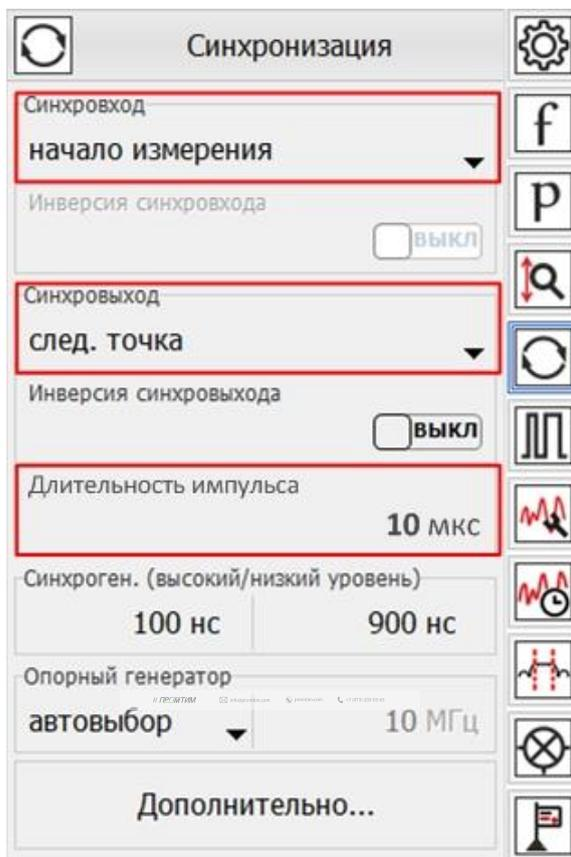
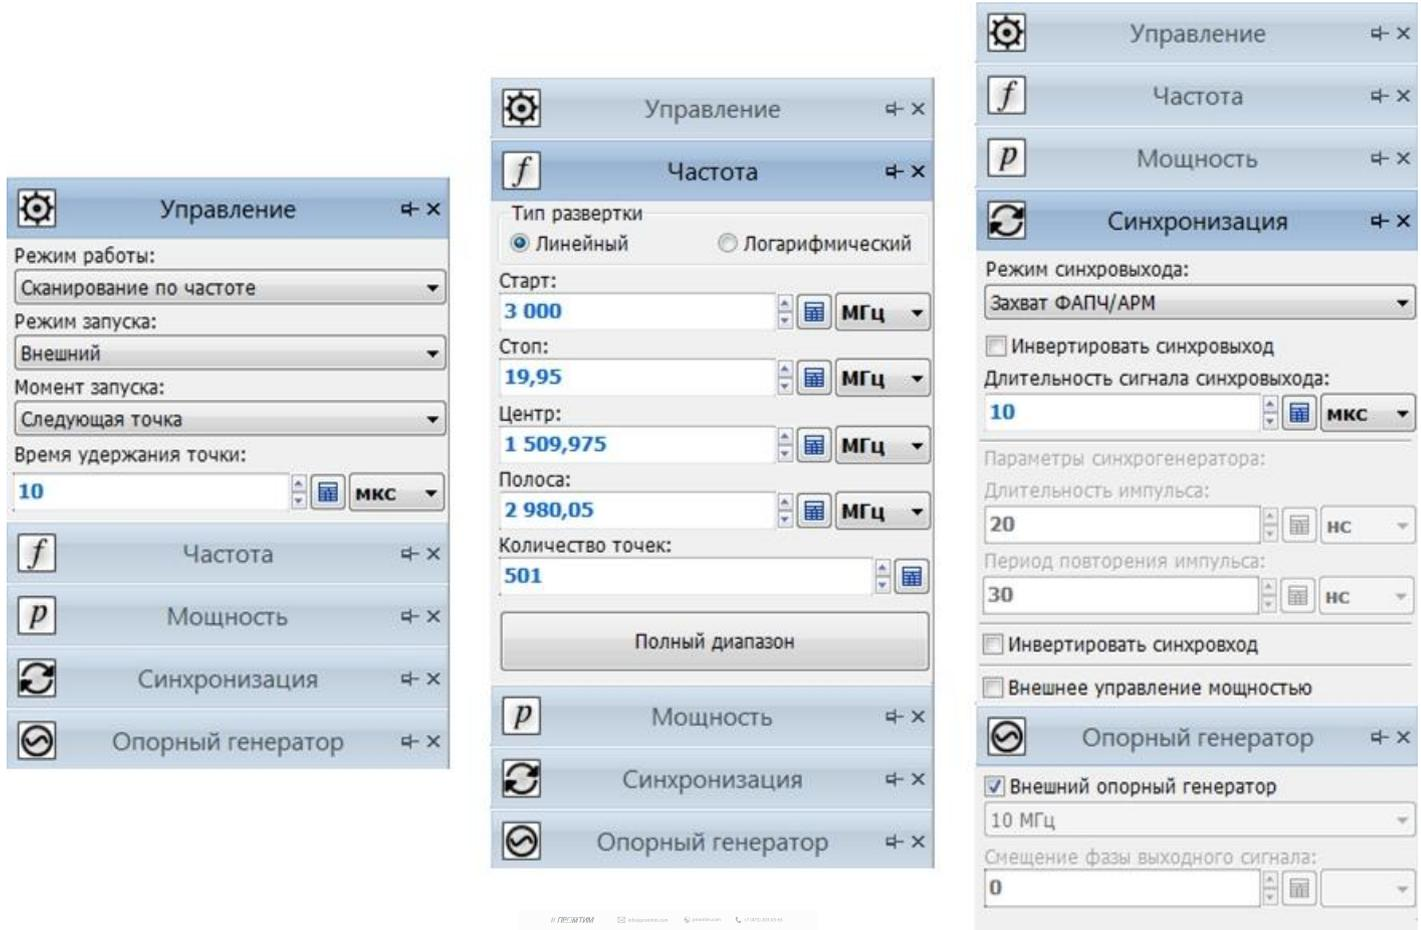

Рис. 24. Настройка генератора сигнала гетеродина
Рис. 25. Настройка синхронизации генератора «Г7М-20»
11. Настроить синхронизацию между ВАЦ и генератором сигнала гетеродина. Для этого соединить между собой входы и выходы синхронизации приборов. В панели управления «Синхронизация» задать параметры, указанные на рис. 24. Для генератора «Г7М-20» задать следующие параметры: Рвых = 15 дБм; F = 3...19,95 ГГц; режим работы – сканирование по частоте; режим запуска – внешний; момент запуска – следующая точка; режим синхровыхода – захват ФАПЧ/АРМ. Соединить вход опорного генератора ВАЦ с выходом опорного генератора «Г7М-20». В панели управления генератора сигнала гетеродина «Опорный генератор» включаем внешний опорный генератор. Задание параметров изображено на рис. 25;